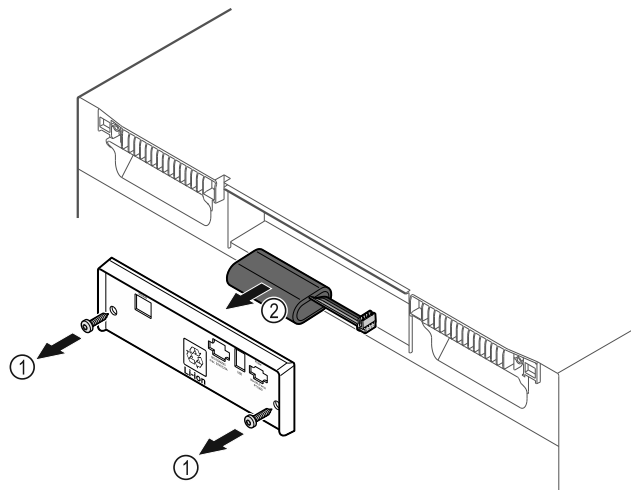

Fig. 204
- ▶ Dévisser les vis et retirer le couvercle situé à l'arrière de l'appareil Fig. 204 (1).
- ▶ Débrancher et retirer la batterie Fig. 204 (2).